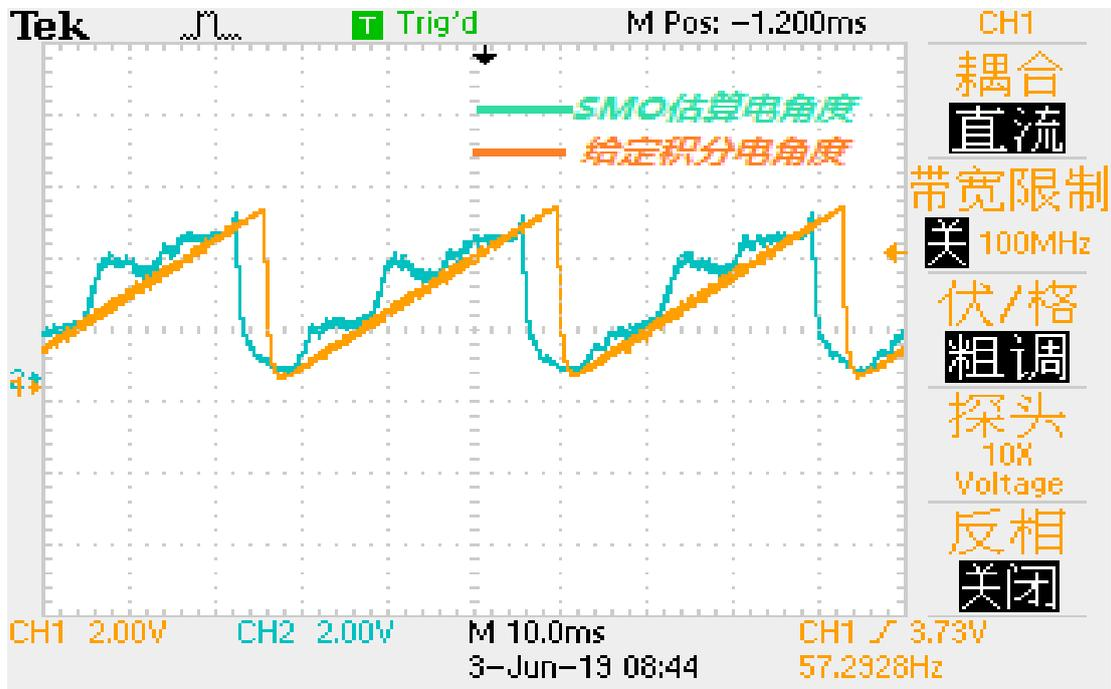
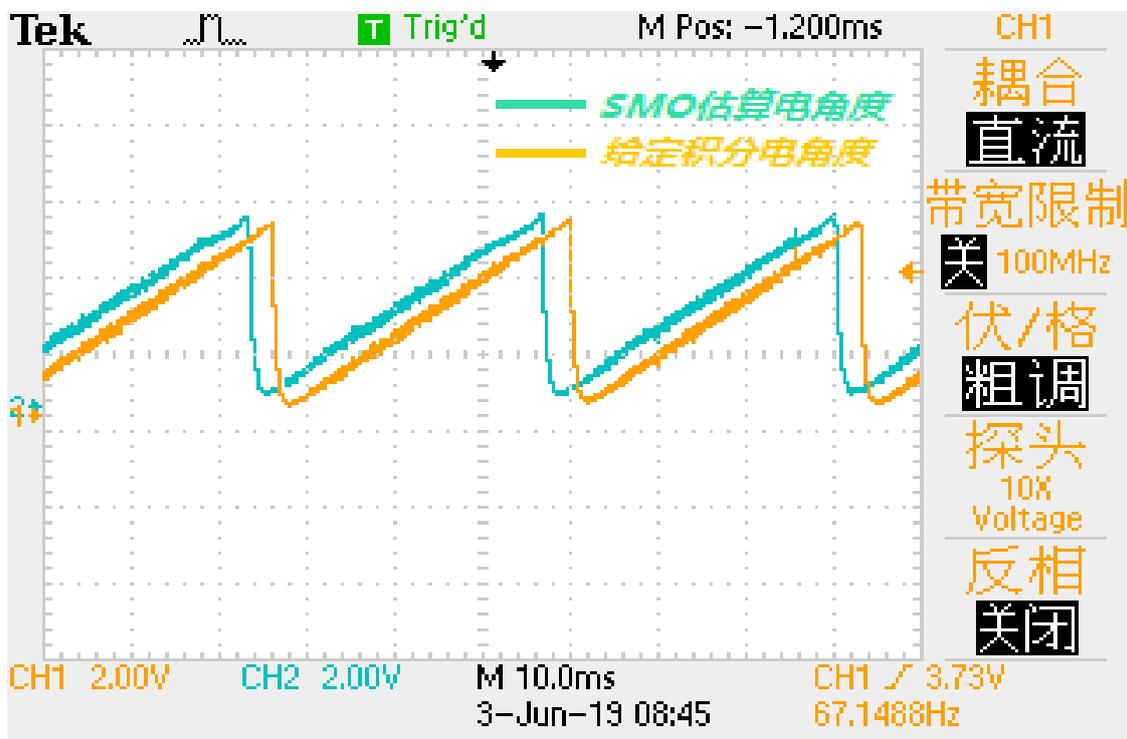

图 4-8 滑模观测器参数不合理估算效果图
图 4-9 滑模观测器参数合理估算效果图
- 1、若估计转子电角度曲线波动噪声大，与积分电角度波形差异大如图 4-8 所示，则用户需调整滑模观测器参数。用户改为用户更改滑模开环参数 `SMC_KSLIDE0`，`SMC_KSLF0`，`SMC_MAXERR0`，使估计转子电角度逼近积分电角度曲线，让滑模观测器估算出更好的效果如图 4-9 所示。